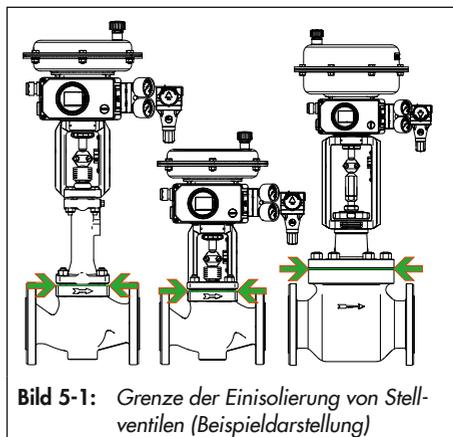

Bild 5-1: Grenze der Einisolierung von Stellventilen (Beispieldarstellung)
- Stellventile nur bis zum Deckelkranz der Ventilgehäuse einisolieren, vgl. Bild 5-1. Dies gilt auch für Ausführungen mit Balg- oder Isolierteil bei Mediumtemperaturen unter 0 °C oder über 220 °C. Wird das Isolierteil mit einisoliert, verliert es seine Funktion!